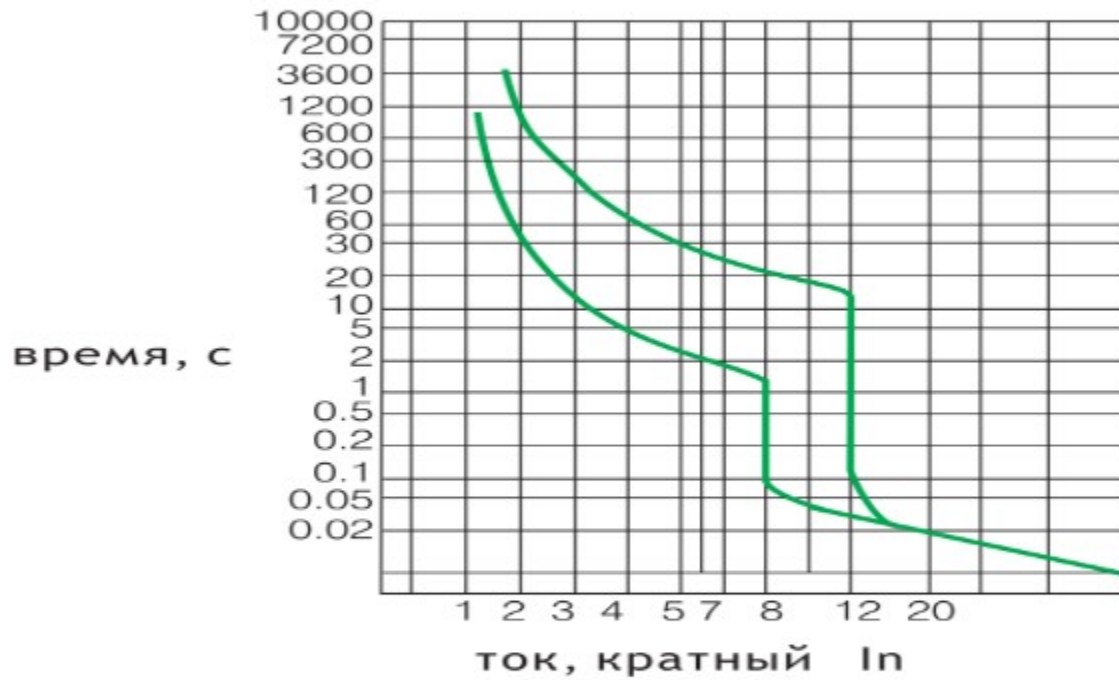

Рис.1
4.2.1. Время-токовые характеристики выключателей с расцепителями тока перегрузки приведены на рис.1